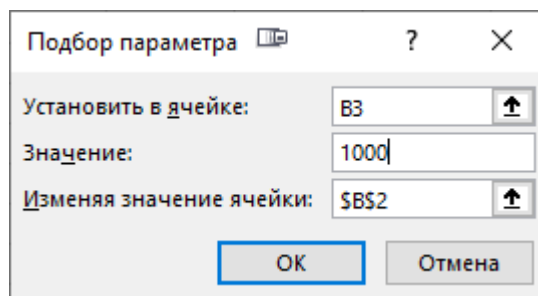

Рис.3. Расчет желаемого значения исходной суммы вклада
5. В открывшемся диалоговом окне укажите значение необходимой конечной суммы и ссылку на ячейку с искомым значением вклада рис.3.